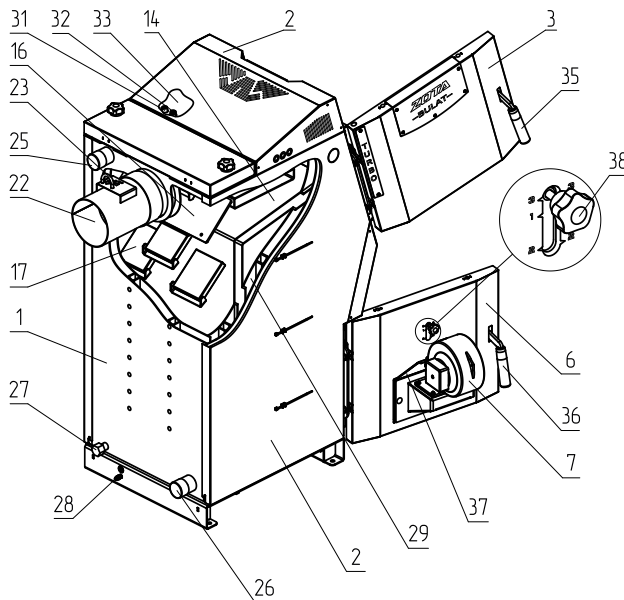

Рис.1 Конструкция отопительного котла
4.5.10. Эксплуатация котла без зольного ящика (Рис.1 поз.20).
5.1. Котел (Рис.1) состоит из корпуса (поз.1), топки (поз.13), патрубка дымохода (поз.22) (опция). Для регулировки тяги обязательна установка регулируемого патрубка дымохода ЗОТА или шибера (задвижки), как элемента дымохода согласно СП 7.13130.2013. При закрытом положении шибера (задвижки) должно оставаться свободным не менее 20% номинального сечения патрубка дымохода. В нижней части топки находятся водоохлаждаемые колосники (поз.19) и зольный ящик (поз.20).
Внимание! Не допускается эксплуатация котла без установленного зольного ящика (Рис.1 поз.20). Эксплуатация котла без установленного зольного ящика приводит к прогоранию и деформации водонеохлаждаемых поверхностей котла. В случае нарушений условий эксплуатации котла рекламации не принимаются.
Внимание! Не допускается эксплуатация котла без установленной шуровочной решетки (Рис.1 поз.18). Отсутствие шуровочной решетки может привести к повреждению лакокрасочного покрытия и прогару поддувальной двери. В случае нарушений условий эксплуатации котла рекламации не принимаются.
5.3. В корпус котла вмонтировано рычажное шуровочное устройство с приводом от рычага (Рис.1 поз.21), предназначенное для удаления золы с колосниковой решетки.
Внимание! Не допускается эксплуатация котла без установленной заслонки (Рис.1 поз.15). Эксплуатация котла без установленной заслонки приводит к прогоранию и деформации водонехлаждаемых поверхностей котла. Котел не выходит на номинальную мощность. В случае нарушений условий эксплуатации котла рекламации не принимаются.
- Откройте заглушку вертикального канала теплообменника (Рис.1 поз.11) и уберите заслонку 2 дымоотводную (Рис.1 поз.16);
- После установки шамотных кирпичей установите заслонку 2 дымоотводную (Рис.1 поз.16) и заглушку вертикального теплообменника (Рис.1 поз.11).